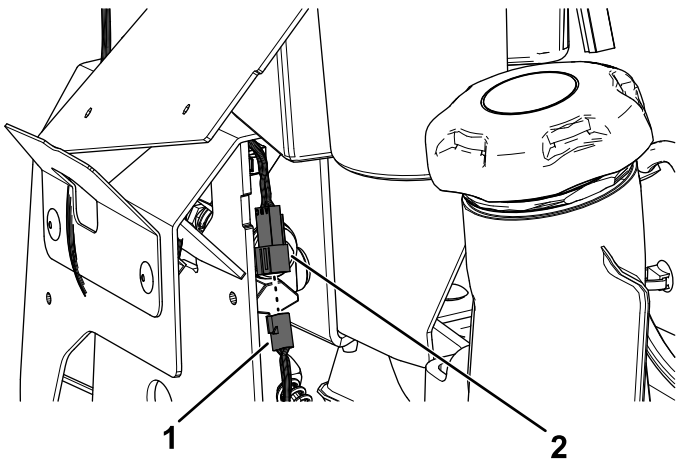

Figure 16
2. Branchez le connecteur du faisceau du kit sur le connecteur du levier de commande de déplacement gauche (Figure 16).